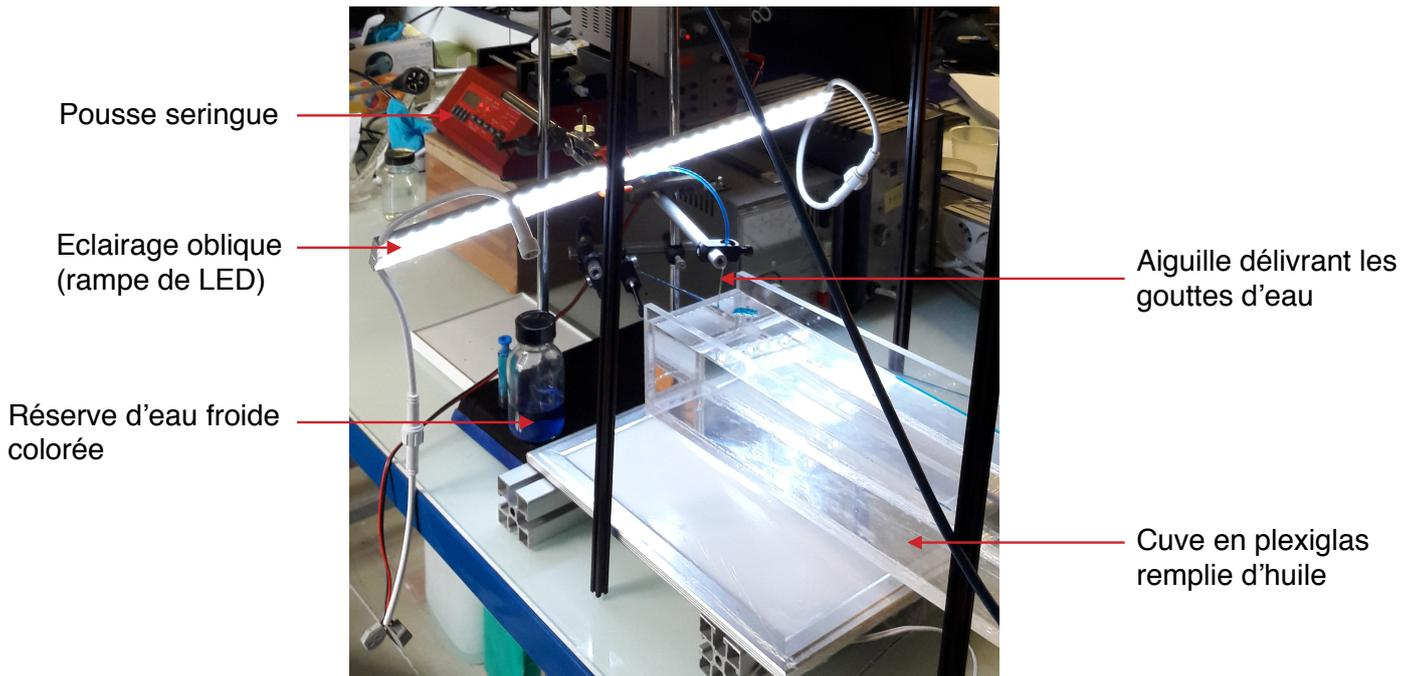

Figure 2 : Photo du montage
3. Mettre en place une aiguille verticalement au-dessus de la cuve, reliée à la seringue via un tube souple, et remplir cette dernière d'eau froide colorée. La placer sur le pousse-seringue. Puis mettre en place l'autre aiguille horizontalement, au bord de la cuve, parallèlement au bain (cf figure 2). Relier l'aiguille via un tube souple au détendeur, connecté à la bouteille d'azote.